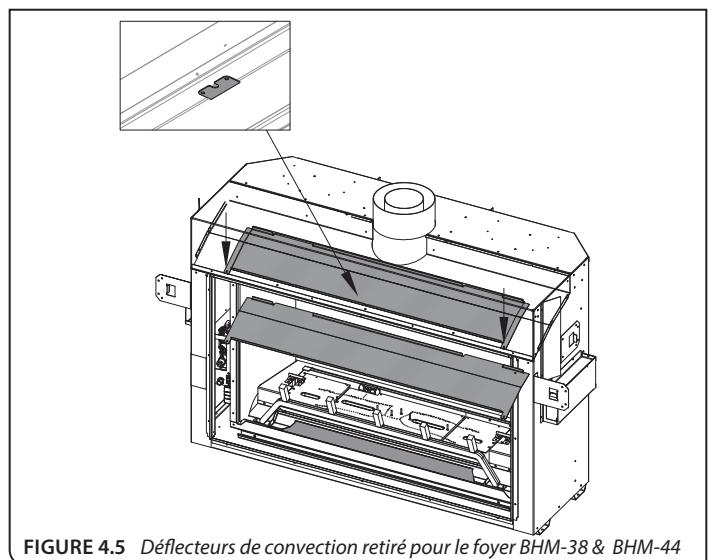

FIGURE 4.5 Déflecteurs de convection retiré pour le foyer BHM-38 & BHM-44
BHM-38 et BHM-44 : Le déflecteur est fixé par le clip de déflecteur par (2) vis situé au centre avant, et par (2) vis juste derrière le bord supérieur de l'ouverture du foyer (voir Figure 4.5)